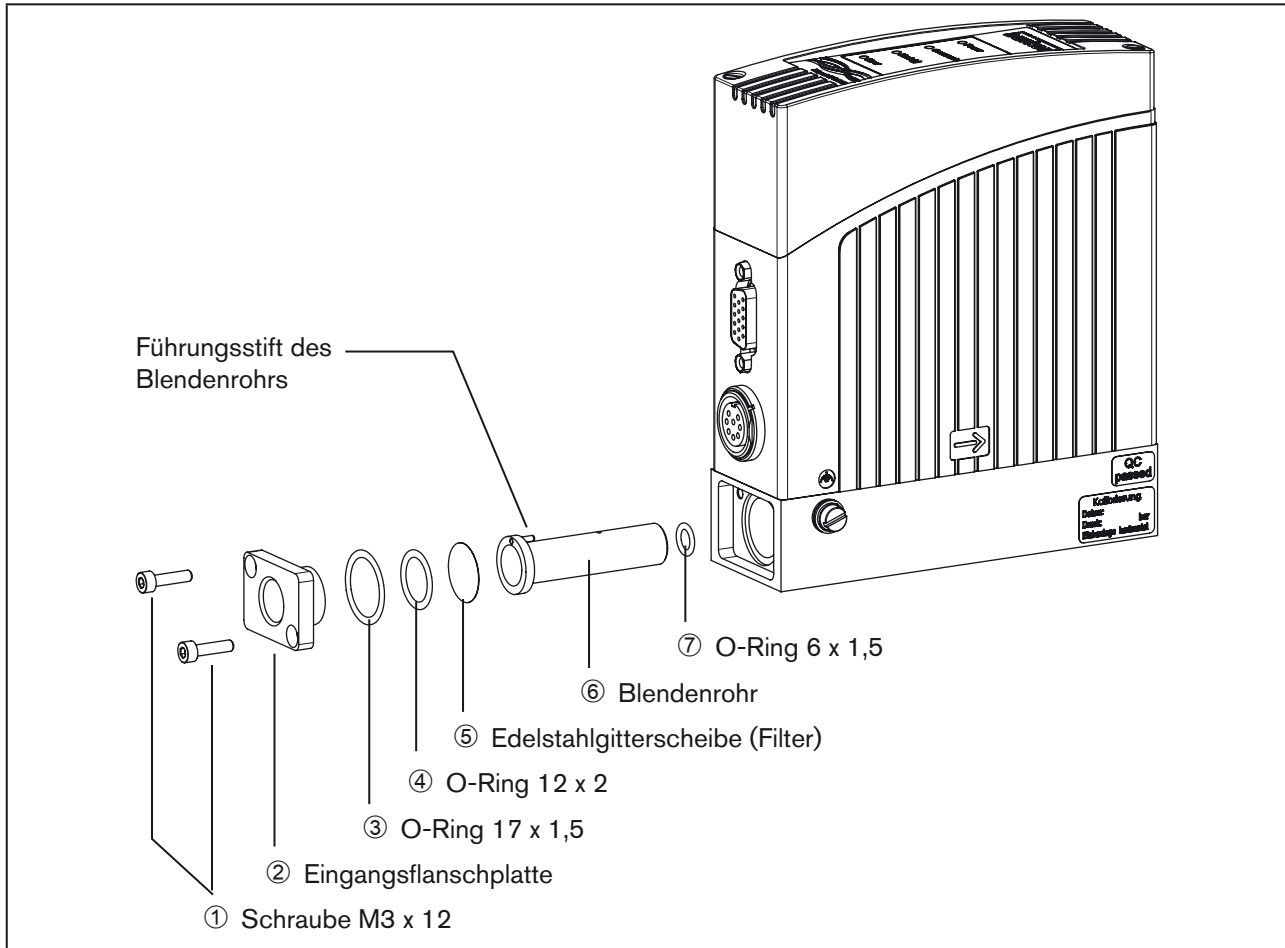

Bild 11: Wartung, Reinigung
- Damit die Edelstahlgitterscheibe zugänglich ist, die Eingangsflanschplatte ② lösen (siehe Bild 11: Wartung, Reinigung).
- Teile in der richtigen Reihenfolge und lagerichtig wieder einsetzen (siehe Bild 11: Wartung, Reinigung).
- Das Blendenrohr ⑥ muss so eingesetzt werden, dass der Führungsstift des Rohrs in die entsprechende Bohrung des Grundblocks eingeführt wird.
- Das feine Gitter der Edelstahlgitterscheibe ⑤ muss beim Einsetzen zur Eingangsflanschplatte ② zeigen.